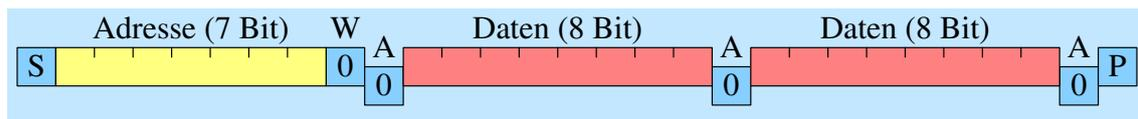

Abbildung 6: Master schreibt zwei Bytes
**4.2.3.5 Beispiel: Master schreibt zwei Bytes** In Abbildung 6 ist der Verlauf für das Schreiben mehrerer Bytes dargestellt.